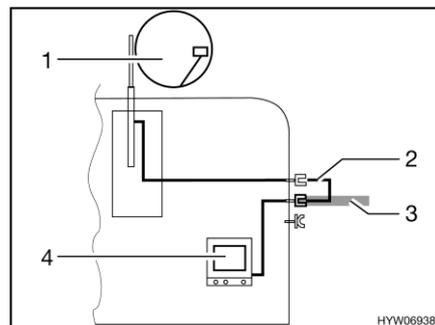

Fig. 205 TV dans le véhicule
- TV dans le véhicule (Fig. 205,4) : Raccord à l'antenne sur le toit (Fig. 205,1) avec câble d'alimentation (Fig. 205,2)
- TV dans le véhicule (Fig. 205,4) : Raccord à l'antenne extérieure (Fig. 205,3)